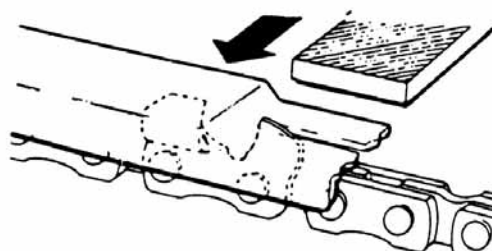

Fig. 4-3
- 3) Placera djupmallverket på tanden. Om underställningsmallen sticker ut, skall den filas tills den är i plan med verktygets topp. Fila alltid från kedjans insida mot en utvändigtand. (Fig. 4-3)